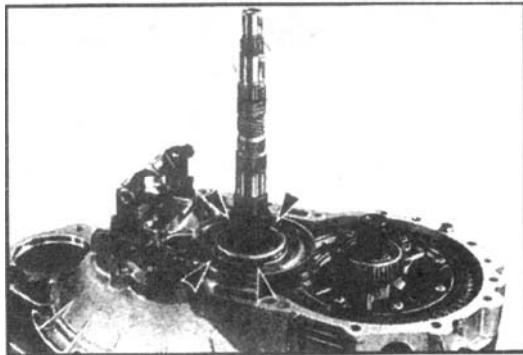

图 4-31 拆卸变速器 (二十二)
(22) 旋下输出轴前轴承挡板紧固螺钉，拿出输出轴前轴承挡板及输出轴。取出差速器总成。拆下倒档拨叉及支架、回位弹簧、球头座，如图 4-31 所示。